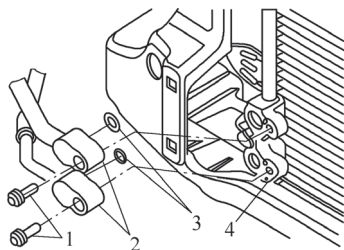

图 5-51 取下制冷剂管路
⑦如图 5-51 所示,旋出螺栓 1,从冷凝器上的接口 4 上取下制冷剂管路 2。密封环 3 必须更换。